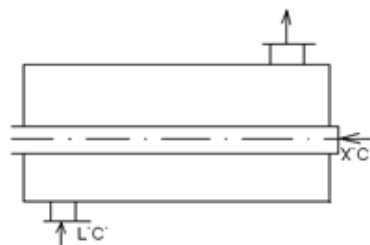
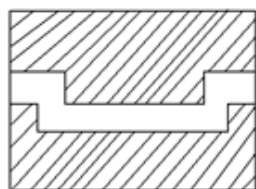

Рисунок 2
Рисунок 3
- Ответ: 1).Рисунок 1      2).Рисунок 2      3).Рисунок 3